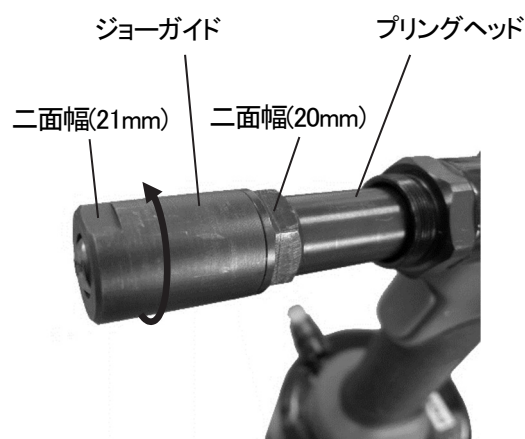

図 7-1
- 3) ジョーガイドの二面幅(21mm)、プリングヘッドの二面幅(20mm) スパナ・モンキーレンチ等をかけて ノーズハウジングを外します。(図 7-1)